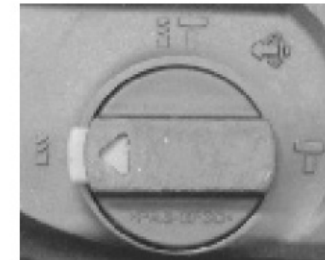

Fig. 4 – Posición para perforación sin impacto
Para seleccionar esta función en el martillo basta presionar la traba de seguridad y girar el selector (5) hacia la posición  (Fig. 4).